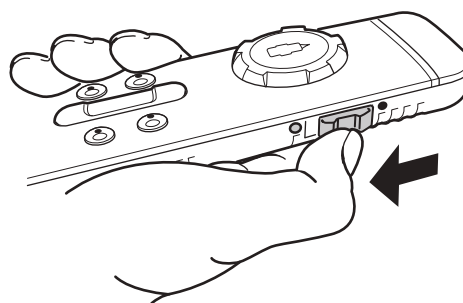

Fig. 35
- Skub skydekontakten på siden nedad for at slukke for fjernbetjeningen (Fig. 35). Den grønne LED slukker.